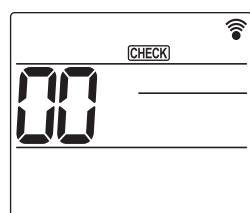

Fig. 6-7
- ① Включите питание блока как минимум за 12 часов до тестового прогона.
- ② Нажмите и удерживайте кнопку **[MENU]** в течение 5 секунд. (Fig. 6-7)